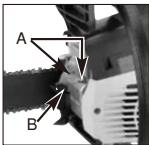

Bild. 17A
1. Entfernen Sie die 2 Bolzen (A) und ziehen Sie den Schalldämpfer heraus. (Bild.17A).